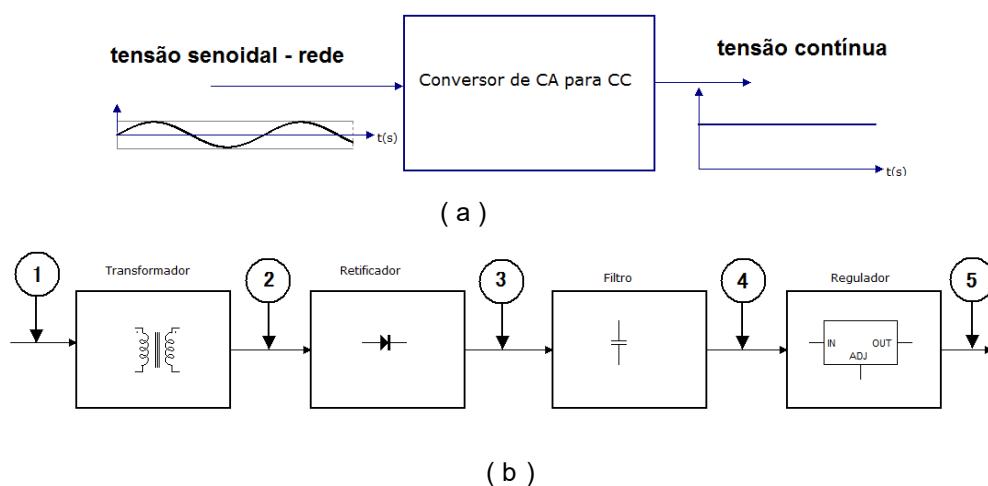

Figura 2.1 – (a) conversor CA/CC (b) conversor CA/CC diagrama de blocos
A maioria dos circuitos eletrônicos (celulares, videogames, rádios, CLP etc) necessita para o seu bom funcionamento que sejam alimentados com tensão contínua (CC), e como a tensão disponível nas tomadas é alternada (CA), será necessário converter essa tensão CA em tensão CC os circuitos que fazem isso são chamados de conversores de CA para CC, muitas vezes simplesmente fonte de alimentação. A figura 2.1 mostra os blocos constituintes de um conversor CA/CC.